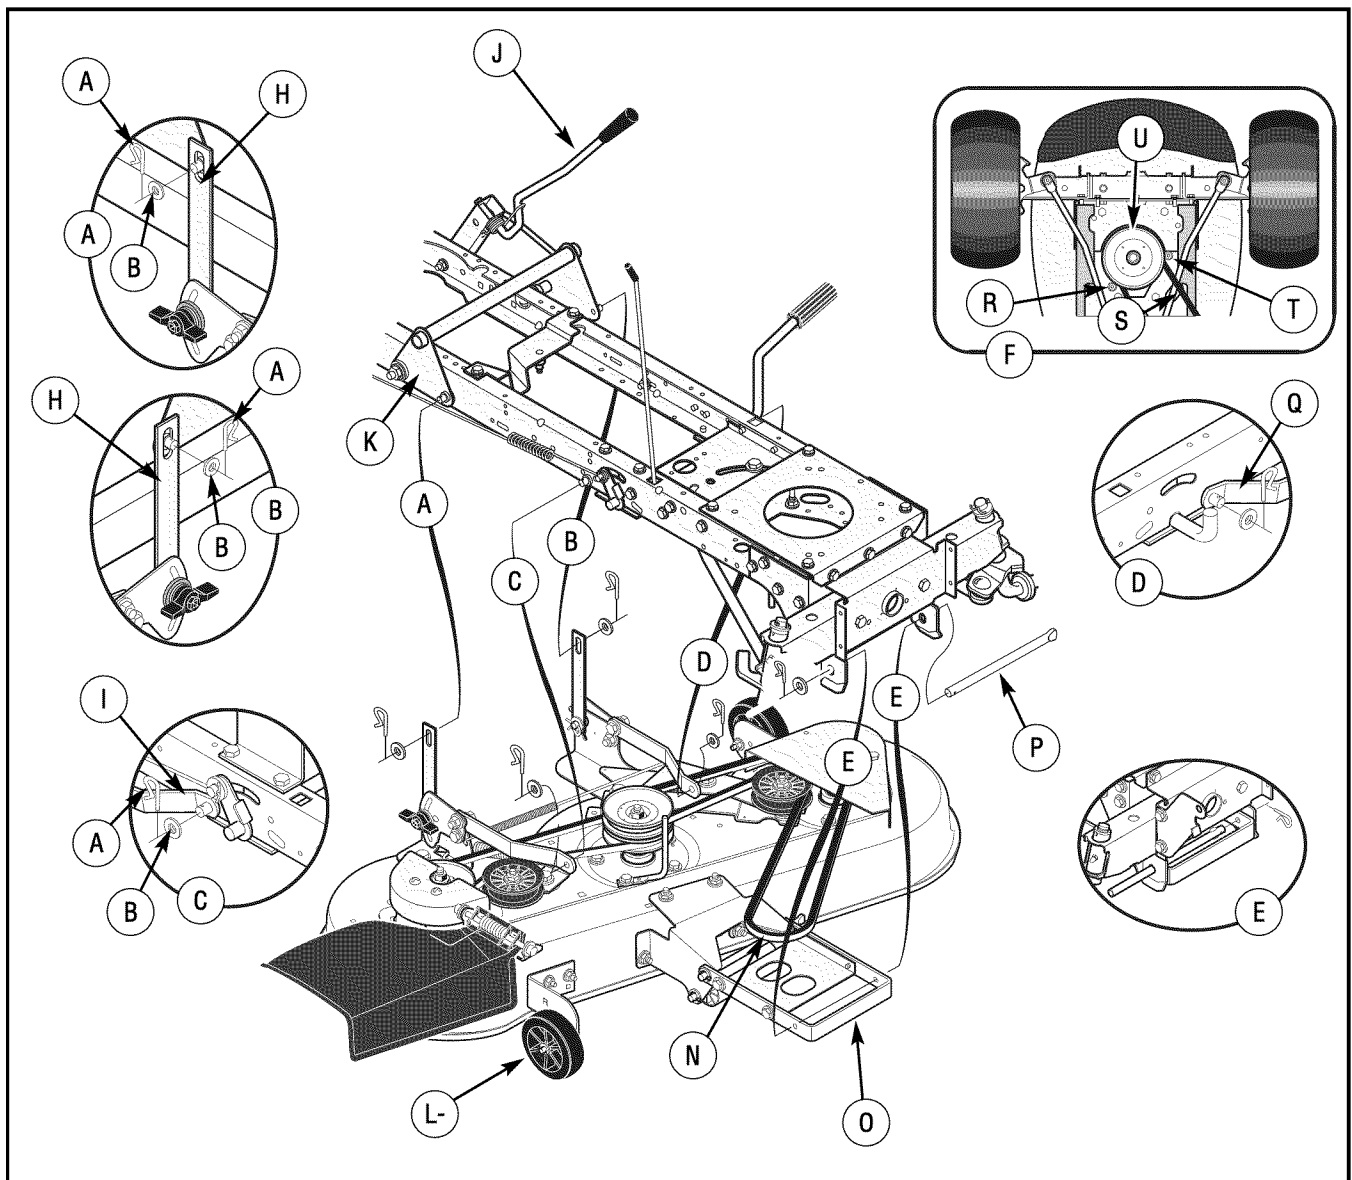

Figura 31: Ensamblaje de la plataforma del cortacésped
3. Retire las clavijas y arandelas de los **brazos de ajuste** (Figura 31). Ver ilustraciones "C" y "D".